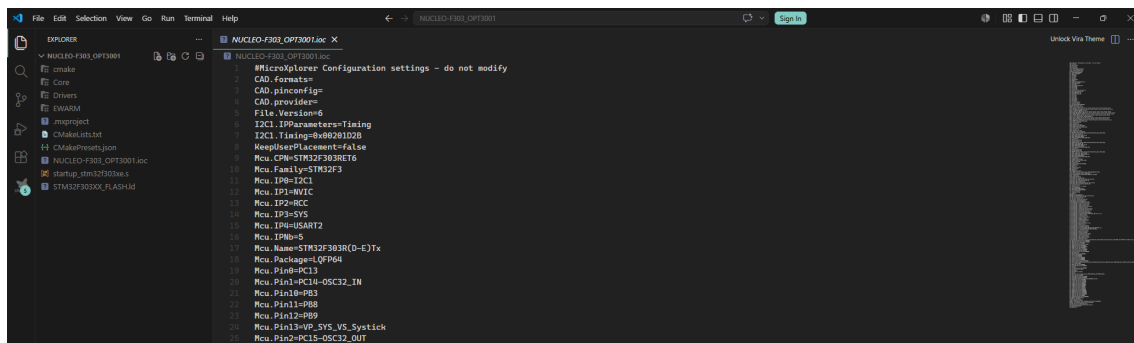

Figura 8: Estructura del proyecto recién creado abierta en el explorador de VS Code.
15. Una vez cargada la carpeta en VS Code, deberá visualizar el árbol de directorios y archivos generado por la herramienta (tal como se ilustra en la figura 8), compuesto principalmente por: